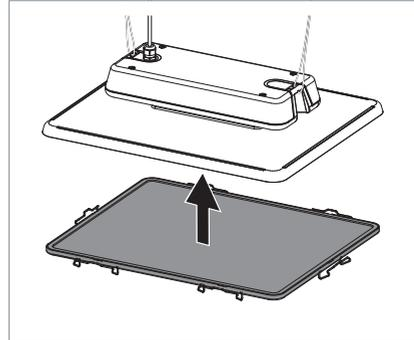

Fig. 13: Schutzscheibe positionieren.
- ▶ Setzen Sie die Schutzscheibe von unten auf die Leuchte, siehe Fig. 13.